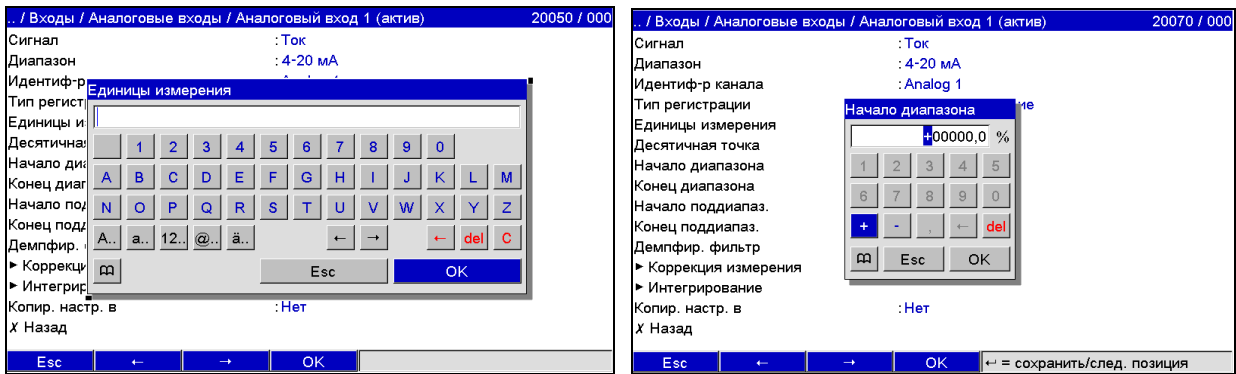

Рисунок 3 – Виртуальная клавиатура
3.1.3 Для ввода текста и цифр имеется виртуальная клавиатура (рисунок 3). Она открывается автоматически при необходимости. Посредством вращения навигатора выбираются необходимые значки, а при нажатии на него - устанавливаются.